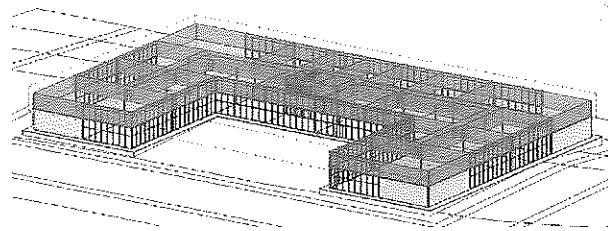

Figura A.87 – Grupo modificado.
14. O grupo sem a escada deve ficar semelhante à Figura A.87.